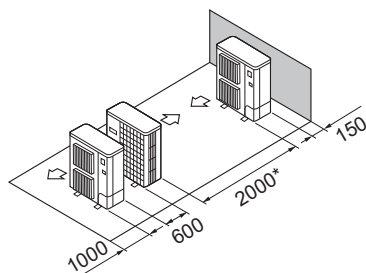

Fig. 2-13
- ⑤ Disposition pour un seul appareil parallèle (Fig. 2-13)